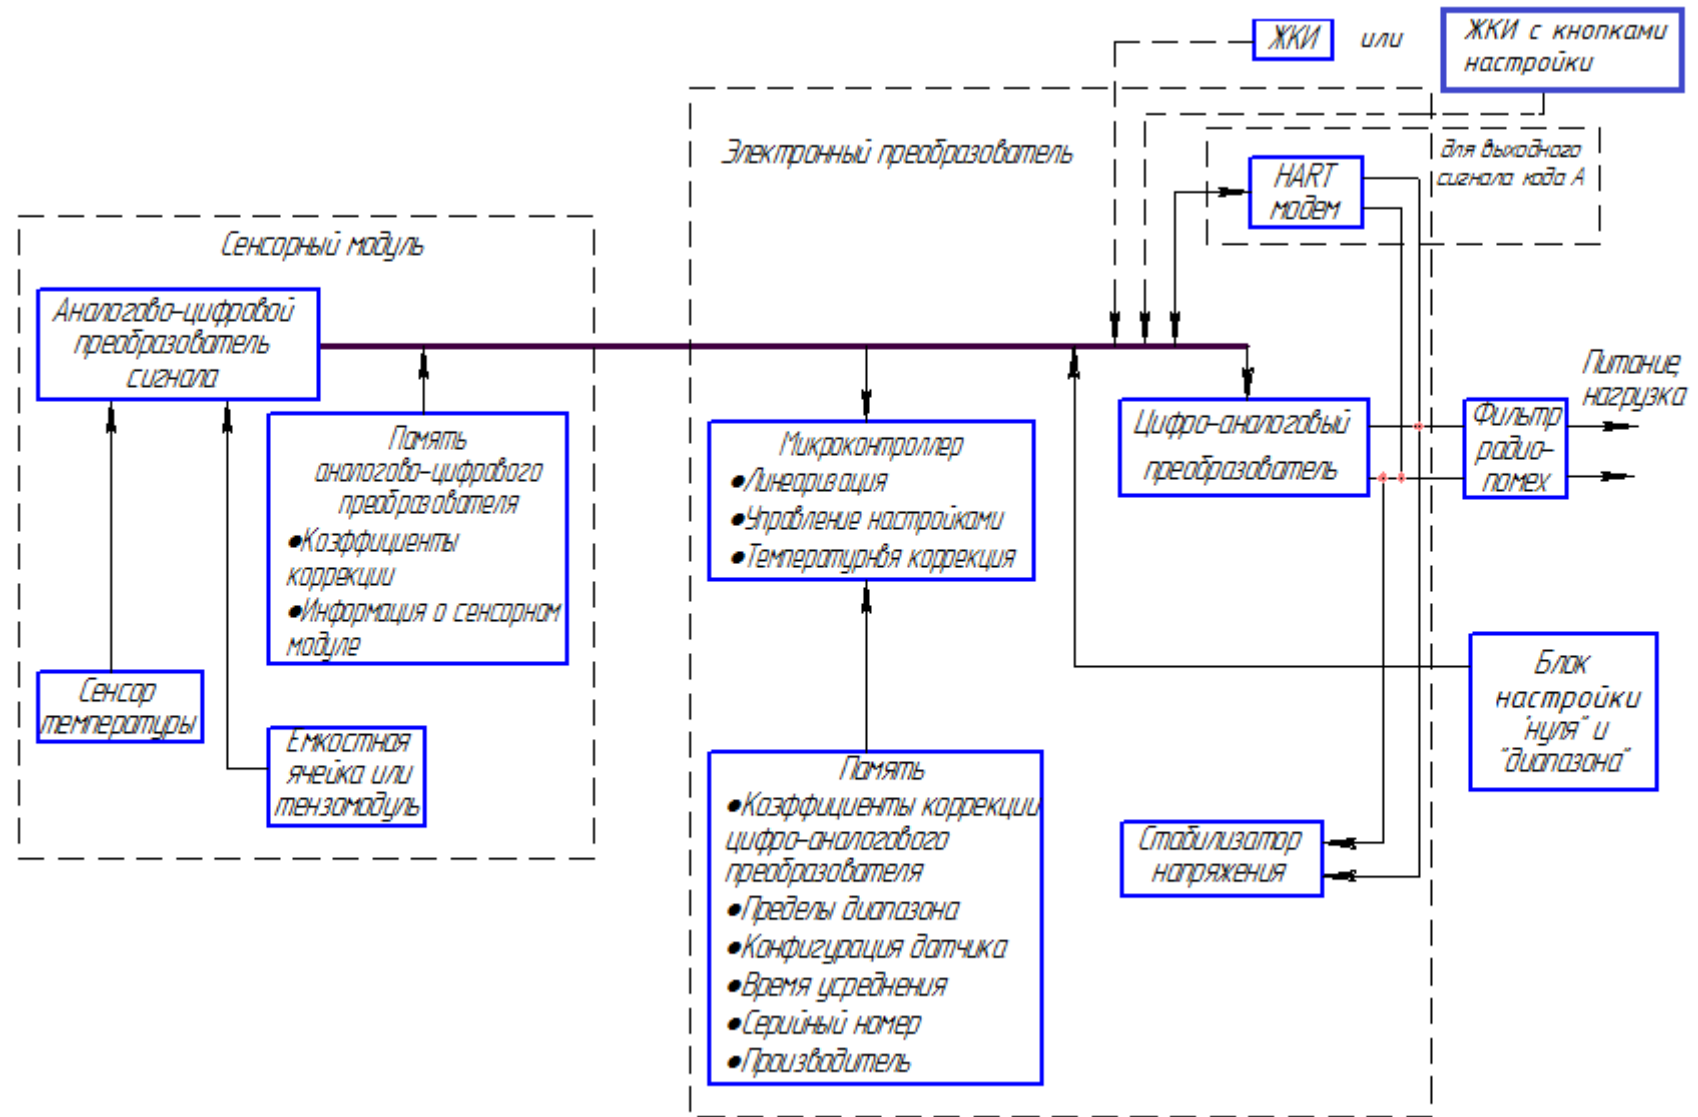

Рисунок 3 – Функциональная блок-схема
1.3.4 Функционально канал преобразования сигнала измерительного блока (рисунок 3) состоит из аналогово-цифрового преобразователя (АЦП), блока памяти АЦП, микроконтроллера с блоком памяти, цифро-аналогового преобразователя (ЦАП), стабилизатора напряжения, фильтра радиопомех, встроенной регулировки «нуля» и «диапазона», HART-модема. В электронный преобразователь устанавливается индикатор с кнопками настройки датчика, расположенными на корпусе индикатора, при заказе кода M4 или устанавливается индикатор без кнопок настройки при заказе кода MA.